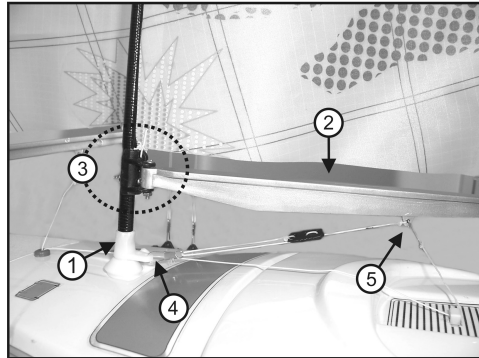

Bild 6
- Stecken Sie wie in Bild 6 Pos. 1 gezeigt den Mast am Oberdeck in das Loch der Masthalterung.
- Befestigen Sie den Querbalken (2) des Großsegels (in der Seglersprache „Baum“ genannt) am Mast mit einer M2-Schraube/-Mutter (Bild 6, Pos. 3). Die Mutter muss mit einem Tropfen Schraubensicherungslack gegen Lösen gesichert werden.
- Haken Sie das Seil vom „Baum“ an dem Formteil des Mastfußes (4) ein und verriegeln es. Spannen Sie dann das Seil mit dem Spanner (funktioniert ähnlich wie bei einem Campingzelt) in der Art, dass das Seil den „Baum“ leicht nach unten zieht.
- Um den Anstellwinkel des Großsegels steuern zu können, muss der „Baum“ wie in Bild 6 Pos. 5 gezeigt noch mit der Steuerleine der Segelwinde verbunden werden.